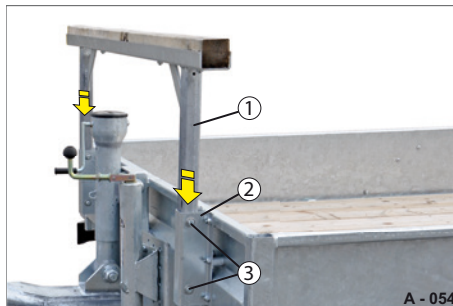

Abb. 58 Auflagebock an Stirnwand gesichert
- ▶ Demontieren Sie ggf. die Verschraubung aus den Rungen der Stirnwand (Abb. 58/1).
- ▶ Stecken Sie das Auflagebock-Gestell (Abb. 58/4) gleichzeitig in die Runge der Stirnwand (Abb. 58/1) hinein.
- ▶ Sichern Sie das Auflagebock-Gestell mit der Verschraubung (Abb. 58/2).